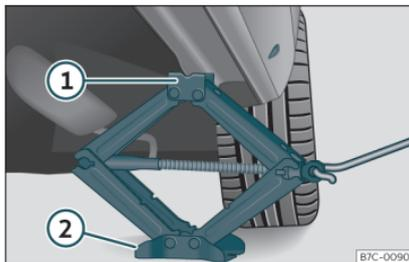

Fig. 36 Longherone: posizionamento del cric del veicolo.
- Ruotare la manovella del cric*, posto sotto il punto di appoggio del longherone, per alzarlo finché la linguetta **1** >>> **fig. 36** non avrà raggiunto l'alloggiamento previsto.